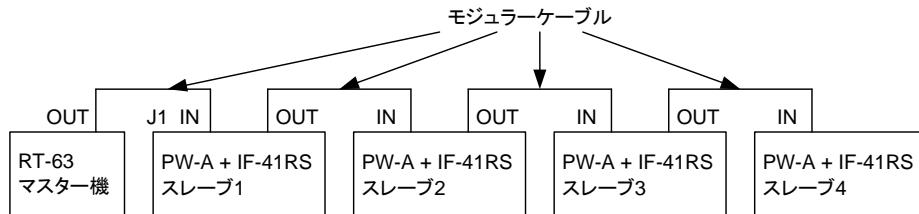

図 8-3. RT-63 を使ったリモートコントロール
- RT-63(当社製品リモートコントローラ)をマスター機として図 8-3. のように接続すれば同時に 4 台の PW-A 電源(IF-41RS 内蔵)を次の項目に関して制御できます。